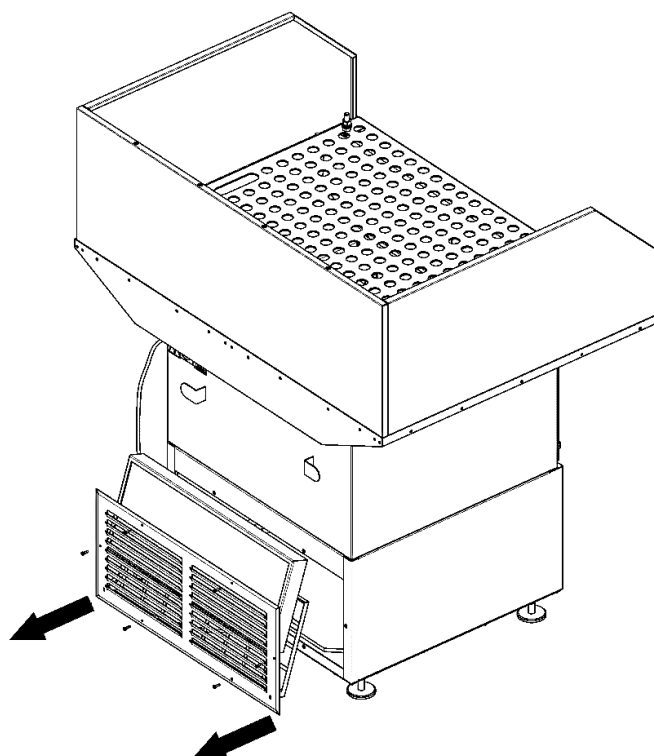

Рисунок 7
- 1) вывинтить крепёжные винты и демонтировать выпускную решётку (рис. 7);